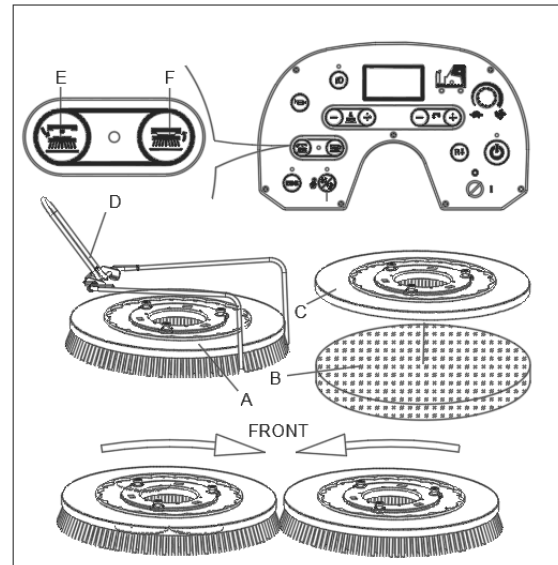

Figure 8
Installer soit la brosse (A, Figure 8) soit le support de disque (B et C, Figure 8) selon le type de sol à nettoyer.
2. Placer les brosses (A, Figure 8) ou les supports de disque (B Figure8) sous le plateau. Utiliser la butée d'installation de la brosse (D, Figure8) pour faciliter la recherche de la bonne position de la brosse/du support de disque.
3. Installer la brosse/le support de disque, en appuyant sur le bouton à clic de la brosse/du support de disque (F, Figure 8) ; la brosse/le support de disque sera automatiquement installé. Le sens de rotation est indiqué (Figure 8). Le voyant LED clignotera.
2. Insérer la clé de contact (53, Figure 3) et la tourner sur « I ».. S'assurer que la brosse/le support de disque est en position haute (HAUT). Retirer la brosse/le support de disque, en appuyant sur le bouton de déblocage de la brosse/du support de disque (E, Figure 8) ; la brosse/le support de disque sera automatiquement déblocqué. Le voyant LED sera fixe.